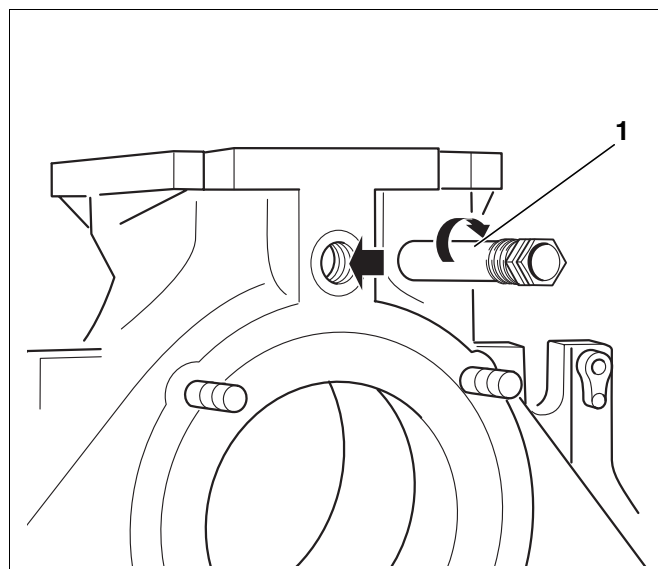

Fig. 22 Montering af følerlomme
- Monter følerlommen 3/4" fra kedlens bagside (længde: 110 mm) i fremløbstilslutningens 3/4"-gevindboring (Fig. 22, **pos. 1**).